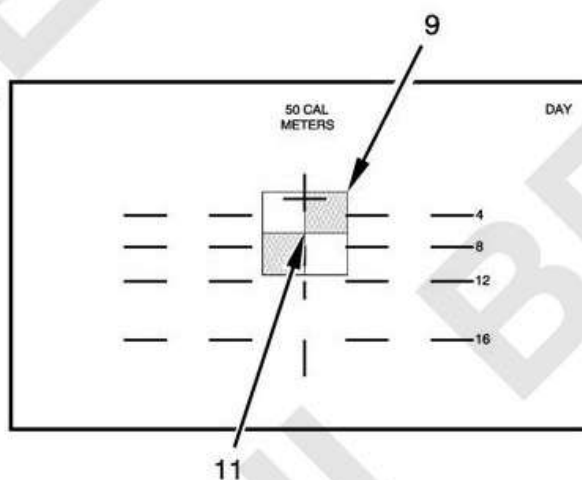

РИС. 1
1. Використовуючи вузол ручки керування SCWS (SCHA) (10), наведіть точку прицілювання (11) 500 м (547 ярдів) денної сітки на центр цілі (9) (Рис. 1) (Том 1, WP 0112.1).